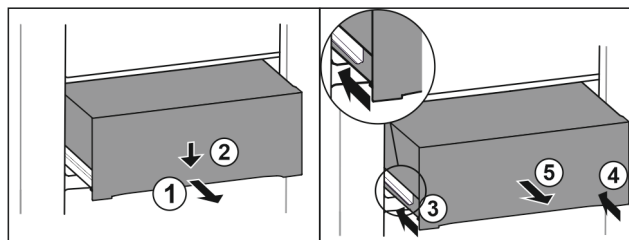

Fig. 172
- Zásuvku napůl vytáhněte. Fig. 172 (1)
- Stlačte zásuvku na přední straně dolů. Fig. 172 (2)
- Zasuňte levou kolejničku přibližně do 2 cm. Fig. 172 (3)
- Zasuňte pravou kolejničku přibližně do 2 cm. Fig. 172 (4)
- Vyjměte zásuvku dopředu. Fig. 172 (5)